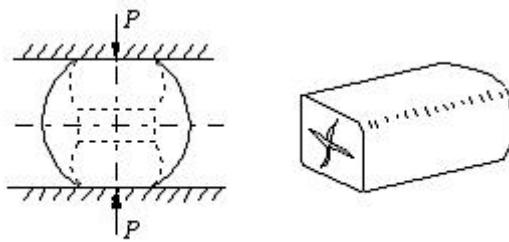

图 2
2. 当用平锤头将一根圆坯锻压成方形件时, 发现在方件的横断面上产生了横裂 (如图 2 所示), 试解释这种现象?